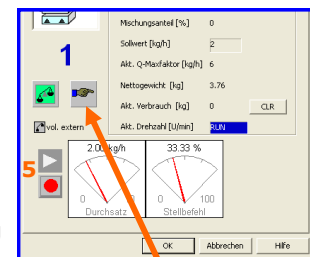

Abb. 2 - „Lokal-Betrieb“
3. Eingabe **Dosierername u. Produkt QM-Nr.** (3) (nur bei Lokal-Betrieb)
4. Eingabe **Sollwert** (4) (nur bei Lokal-Betrieb)
5. **Start / Stop** (5) (nur bei Lokal-Betrieb und vorhandener Freigabe - siehe Abb. 2)
Entgegen „Lokal-Betrieb“ (siehe Abb. 2) sind bei Linien-Betrieb die Punkte 3 und 4 gesperrt und enthalten Informationen aus den System- und Rezeptureinstellungen (siehe Kap. 2 und 3)